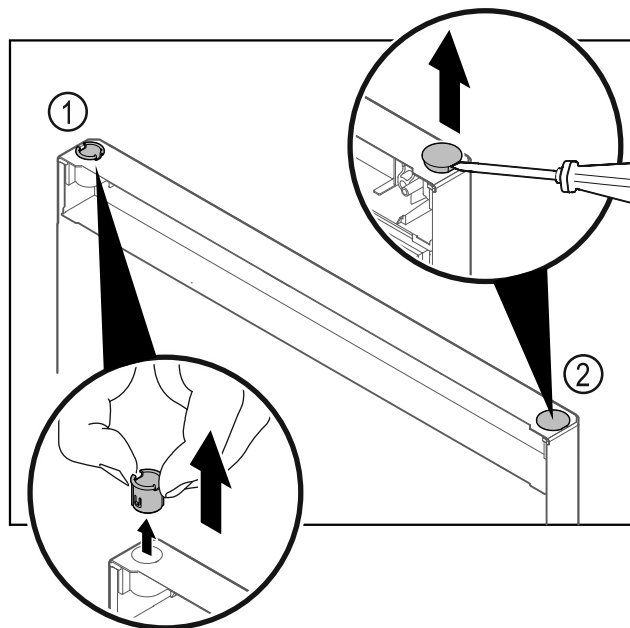

Fig. 30
- ▶ Τραβήξτε έξω την υποδοχή μεντεσέ Fig. 30 (1) με το δάχτυλο.
- ▶ Ανασηκώστε προσεκτικά την τάπα Fig. 30 (2) με ένα ίσιο κατασαβίδι και τραβήξτε την έξω.